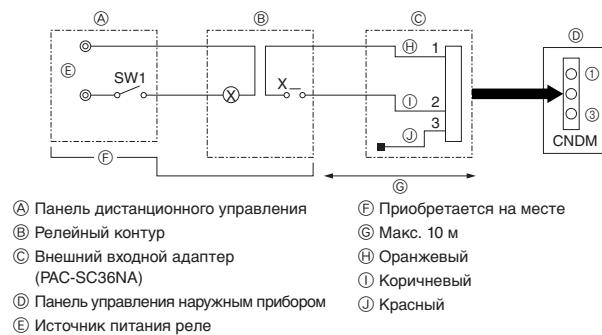

Fig. 9-1
9.1. Режим низкого шума (модификация “на месте”) **(Fig. 9-1)**